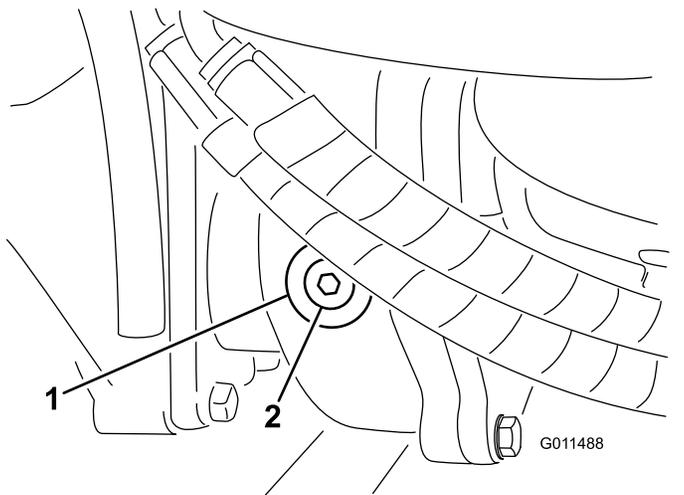

Figura 67
2. Retire o tampão de verificação/enchimento que se encontra na zona esquerda da caixa de engrenagens e certifique-se de que existe lubrificante até ao fundo do orifício (Figura 67).